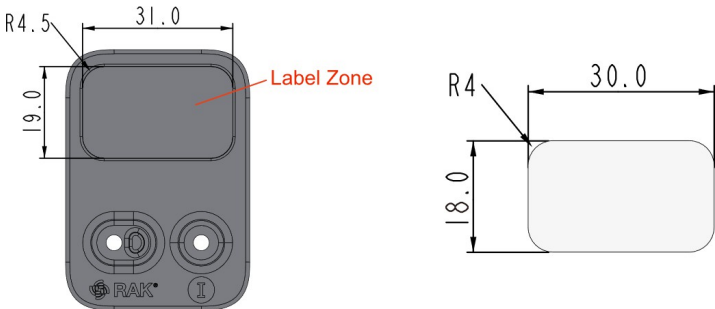
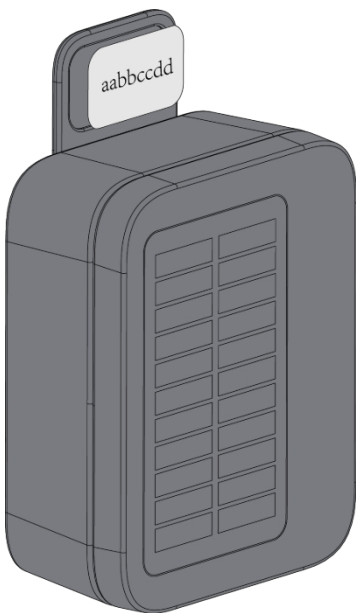

Abbildung 35: Etikettenabmessungen
Abbildung 36: Anbringen des Etiketts am Gehäuse
3. Zuletzt können Sie ein 30 x 18 mm großes Fillet R4-Etikett in den Etikettenbereich einfügen, wie in **Abbildung 35** und **Abbildung 36** dargestellt.